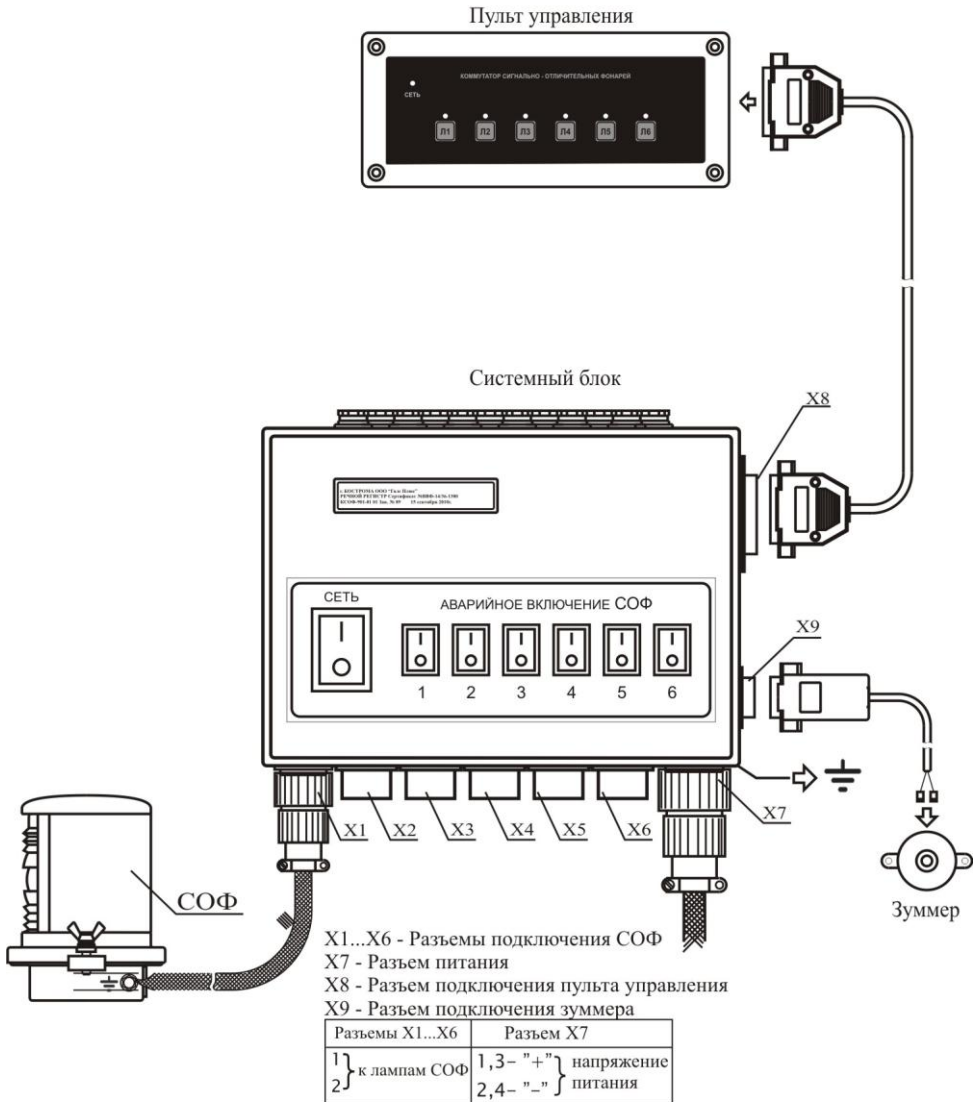

Рис.3
5.1 Монтаж коммутатора на судно производит изготовитель судна в соответствии со схемой монтажа, приведенной на рис.3.